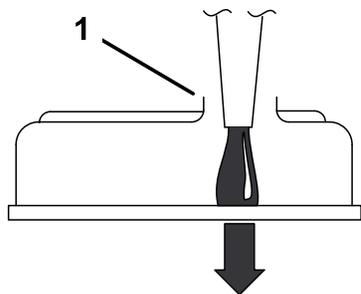

Figure 69
**Important:** Versez l'huile très lentement en prenant soin de ne pas obturer le trou de remplissage (Figure 69). Si vous versez l'huile trop rapidement ou si vous bouchez le trou, l'huile sera refoulée et encrassera les entrées d'air, ce qui endommagera le moteur.